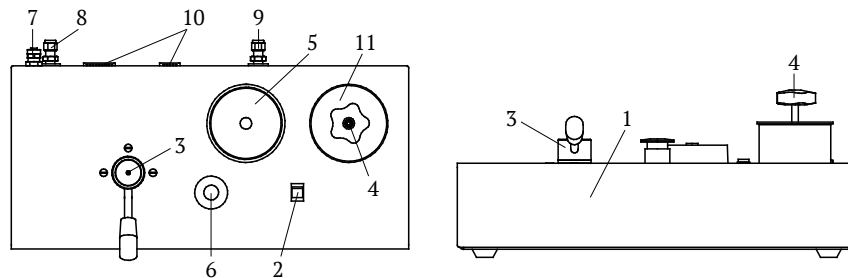

Рис. 2. Внешний вид пульта управления:
4.2 Внешний вид пульта управления показан на рис. 2.
4.7 Пульт управления состоит из корпуса 1 (Рис.2) изготовленного из стального листа и окрашенного порошковой эмалью. На пульте установлены: кнопка включения системы 2, рычаг переключения режимов работы 3, позволяющий переключать систему в режим предварительной накачки и в режим регулирования давления, так же установлен стакан 11 для рабочей жидкости и вентиль сброса давления 4. Электроконтактный манометр 5 предназначен для ограничения давления системы на уровне 620...650 бар в случае ошибочного его повышения. Также возможна приближенная установка максимального давления в пределах 0...620 бар. Кнопка аварийного отключения 6 служит для выключения системы при аварийной ситуации. В пульте управления установлена электронная плата управления, выпускной клапан, шаровый кран с датчиками положения, а сам пульт предназначен для управления всей системой и изменения режимов ее работы.
4.10 Режим предварительного создания давления (определяется положением рукоятки 3 (Рис. 2) пульта управления). Данный режим используется для заполнения присоединенных манометров или других гидравлических устройств, рабочей жидкостью, путем сжатия оставшегося в них воздуха. При отклонении джойстика от себя происходит включение движения штока насоса вперед, со скоростью пропорциональной величине отклонения, и рабочая жидкость вытесняется через выпускной клапан в систему и в подключенные манометры или другие устройства. При достижении штоком конечного положения возрастание давления на выходе системы прекращается и он автоматически возвращается в начальное положение (рукоятку джойстика отпускать не нужно) с максимальной скоростью (в этот момент происходит всасывание рабочей жидкости из стакана 11 (Рис. 2) в полость насоса через впускной клапан). При достижении штоком начального положения, он автоматически начинает двигаться вперед возобновляя цикл повышения давления со скоростью определяемой положением джойстика. Далее процесс повторяется циклически. Количество циклов зависит от внутреннего объема присоединенных манометров или другого оборудования. При приближении давления в системе к необходимому, необходимо снизить скорость повышения путем уменьшения угла отклонения рукоятки джойстика. Затем полностью остановить поднятие давления отпустив джойстик, после чего происходит автоматический возврат штока в начальное положение. В данном режиме джойстик работает только от себя, т. е. на повышение давления.